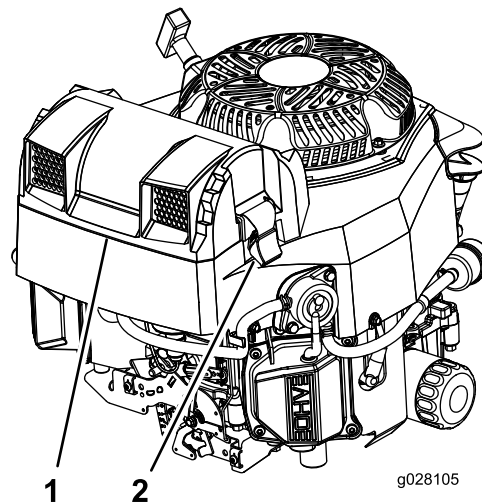

Figure 57
2. Déposez le couvercle pour accéder aux éléments filtrants (Figure 57).
- Reposez le couvercle et fixez-le avec les verrous (Figure 57).